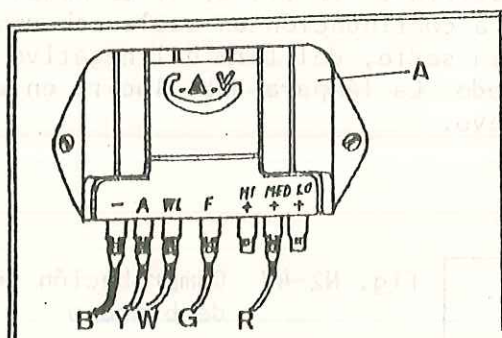

Fig. N2-45 Conexiones del regulador
2.4.1. Comprobar que el cable, R (Fig. N2-45) del regulador, A, tiene corriente positiva y el terminal está conectado perfectamente al regulador. Si no se descubre fallo, el regulador está defectuoso.
- 3.1. Para comprobar la separación entre los contactos, A (Fig. N2-45) de los ruptores, se girará el eje del distribuidor, E, hasta que el contacto móvil del ruptor, descansa sobre la posición máxima de la leva. Insertar a continuación una lámina entre los contactos del ruptor y verificar que la separación está comprendida entre 0,25 mm. y 0,30 mm.